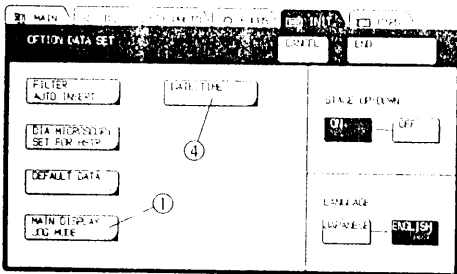
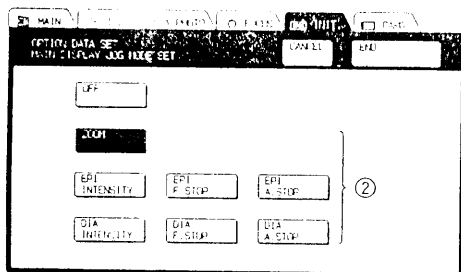
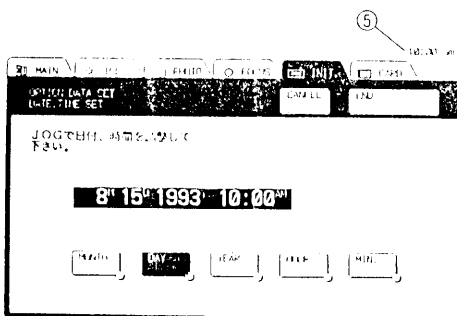

図 26
図 27
図 29
(図26, 27, 28)
- 1) **MAIN DISPLAY JOG MODE** (1) (図26)を押すと、図27の選択画面となります。
- 2) メーカーの初期設定は倍率変換の **ZOOM** となっていますが、必要な項目(2)を押します。(図27)
(図 29)
- 1) **DATE TIME** (4) (図26)を押すと、図29の設定画面となります。
- 3) **END** を押した時点で、設定は更新され時計表示も変わります。(図29)